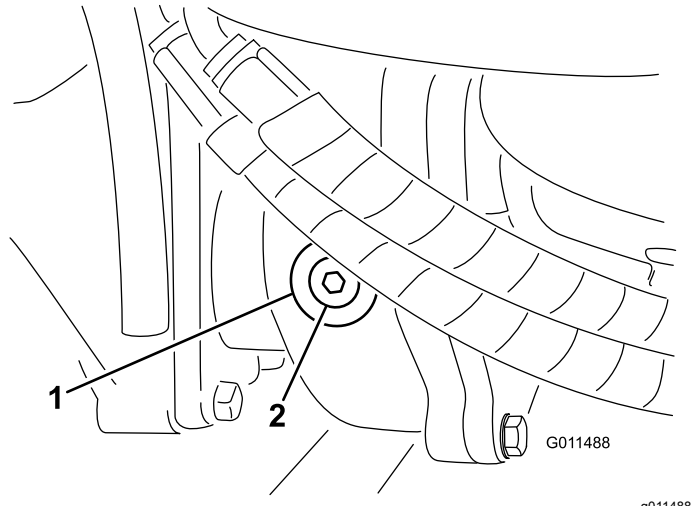

Figura 98
2. Retire o tampão de verificação/enchimento que se encontra na zona esquerda da caixa de engrenagens (Figura 98) e certifique-se de que existe lubrificante até ao fundo do orifício. Se o nível estiver baixo, junte lubrificante suficiente para o nível subir até ao fundo do orifício.